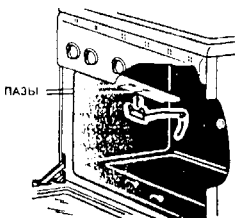

Рис. 3
- вставить «усы» крючка в пазы верхней полки проема духовки и опустить крючок вниз (рис. 3,4)